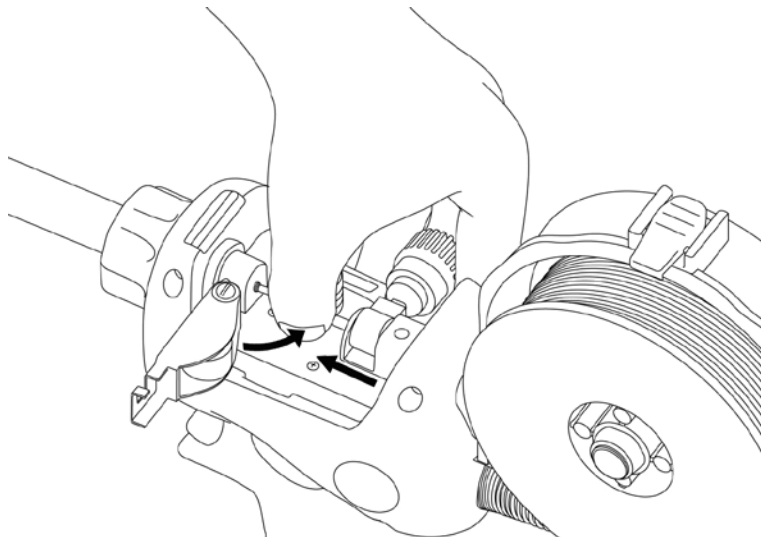

Рис. 7.13. Протяжка сварочной проволоки в гусак горелки.
2. Протяните сварочную проволоку в гусак горелки (См. рис. 7.13).